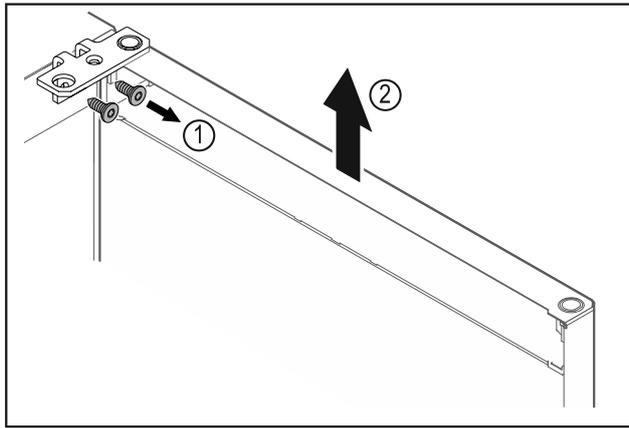

Fig. 13
- ▶ Dévisser l'équerre de la charnière Fig. 13 (1).
- ▶ Soulever la porte (équerre de charnière incluse) Fig. 13 (2) d'environ 200 mm et la retirer.